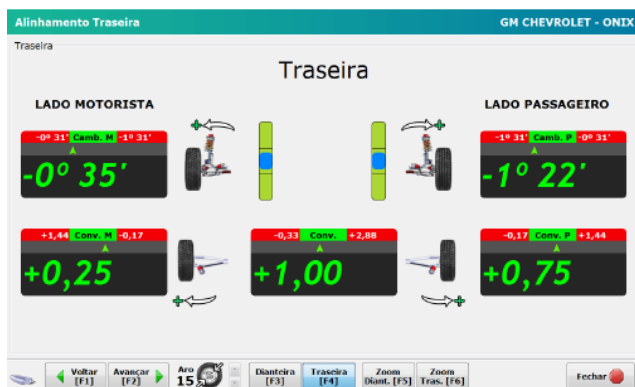

Figura 8 - Leitura final traseira ok
- [F4] Tela de ajuste Alinhamento Traseiro. **Figura 8**.